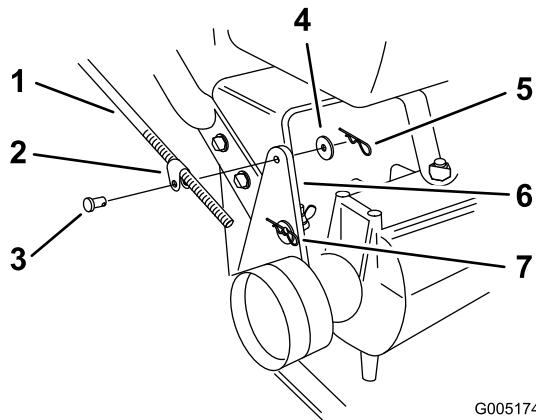

Figura 41
2. Compruebe su operación. Si es necesario un ajuste, retire el pasador de horquilla, la arandela y el pasador que sujetan el acoplamiento de la varilla de control al soporte de la polea tensora (Figura 41).